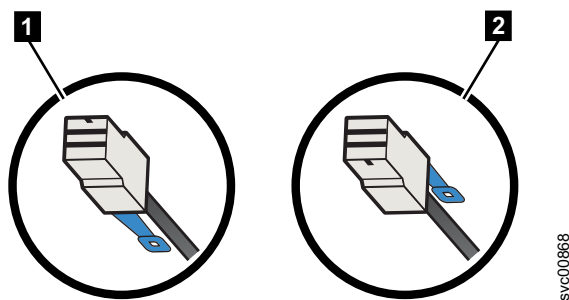

Figura 134. Orientación del conector de cable SAS
- Para alojamientos de expansión de o 2145-12F, la pestaña extraíble azul debe estar bajo el cable (**1** en Figura 134).
- Para nodos de 2145-SV1 o 2145-DH8 y alojamientos de 2145-92F, la pestaña de extracción azul debe estar por encima del colector (**2** en Figura 134 en la página 141).